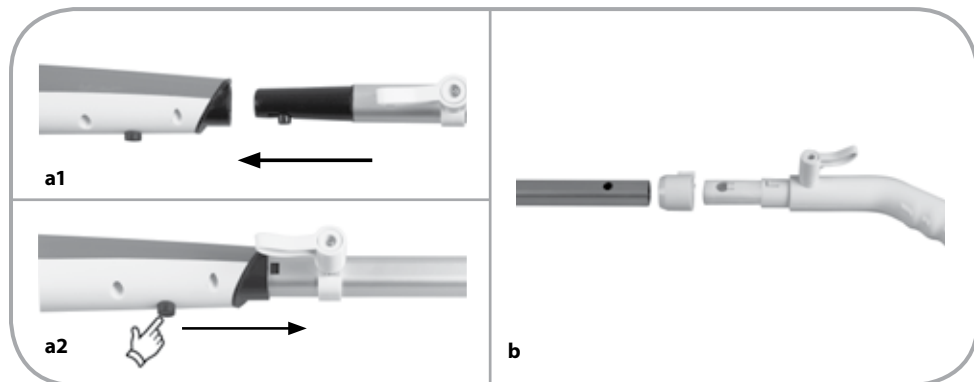

fig. 1
- Monte el equipo de acuerdo con la **fig. 1**. y luego instale la punta correspondiente.